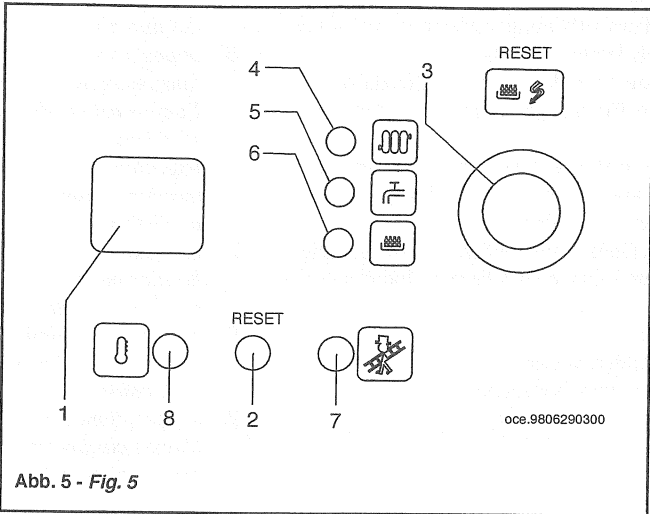

Abb. 5 - Fig. 5
- Um eine Fernsteuerung zu betreiben ist es nötig, daß sich der Wählschalter in der Position SOMMER befindet. In diesem Fall werden die Kontrolleuchten des Heizkessels (4-5 in Abb. 5) bei Wärmebedarf aus dem Heiz- bzw. Heißwasserkreislauf blinken. Die Vorrichtungen zur Temperaturregelung auf dem Heizkesselschaltfeldes sind in diesem Fall nicht betriebsbereit.